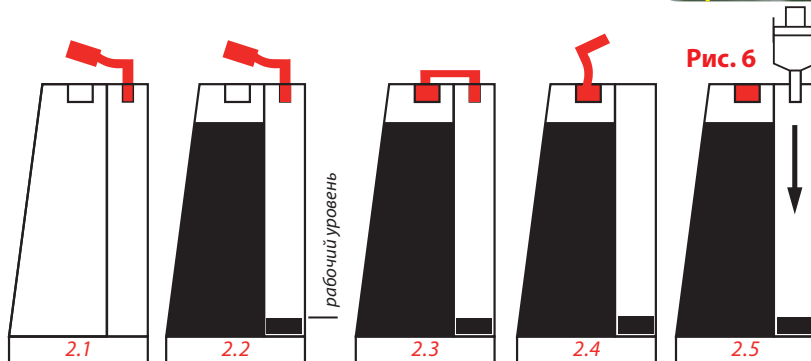

Рис. 6
- 2.5. Если случайно были открыты большие пробки на больших отсеках - уровень чернил в отсеках сравняется и для того чтобы вернуть уровень в рабочий режим нужно открыть обе пробки на емкости, вставить шприц в маленькое отверстие, выпуская воздух в малый отсек, пережать чернила в большой отсек емкости и после этого закрыть большое отверстие (Рис.6);